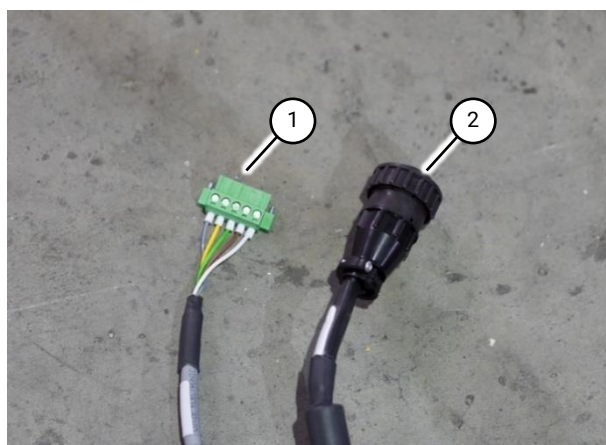

Fig 27 Raccordement de la source de plasma
1.1 Connexion série pour les sources plasma Hypertherm Powermax uniquement (Fig 27 (1)).
1.2 Connecteur CPC 14 broches qui convient à la plupart des systèmes plasma mécanisés (Fig 27 (2)). Pour plus d'informations, contactez Swift-Cut Automation.